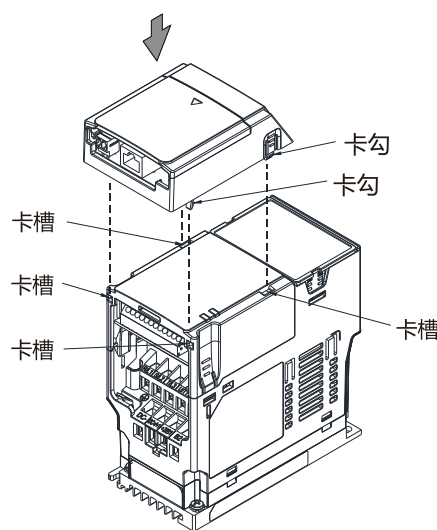

图 8-18
8. 组装配件卡安装盒：将配件卡安装盒的四个卡勾对准变频器的上盖卡槽后下压，让 4 个卡勾卡入卡槽中，如图 8-18 所示。